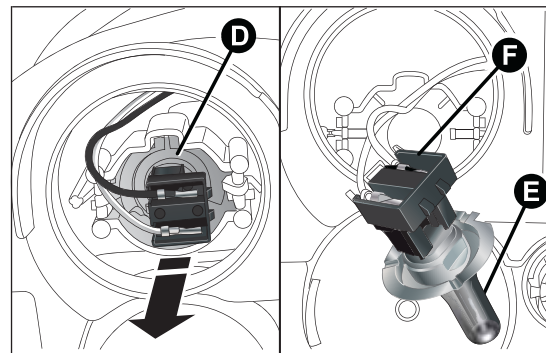

fig. 163
- retirer le groupe connecteur + douille D fig. 163 en le désolidarisant vers l'extérieur ;